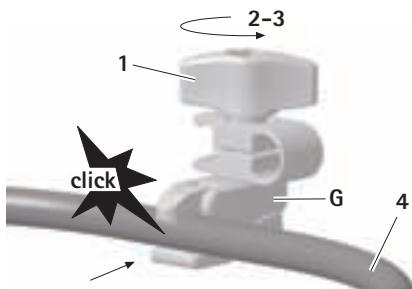

Fig. 6
- ▶ Agganciare il morsetto di fissaggio **G** nella posizione desiderata del telaio **4** (BV814R/BV815R) fino a percepire un clic, vedere Fig. 6.